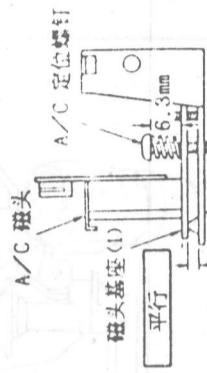

图54
步骤: ① A/C磁头定位螺钉: 检查A/C磁头定位螺钉的弹簧部分是否伸出磁头基座(1)顶部6.3mm, 如图54所示;